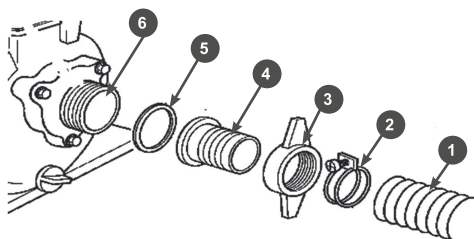

Рис.10
Установите всасывающий патрубок (4) через уплотнительную прокладку (5) к фланцу насоса (6) и плотно затяните гайку фланца (3) (Рис.10). Наденьте до упора всасывающий рукав (1) на патрубок и затяните его хомутом (2).